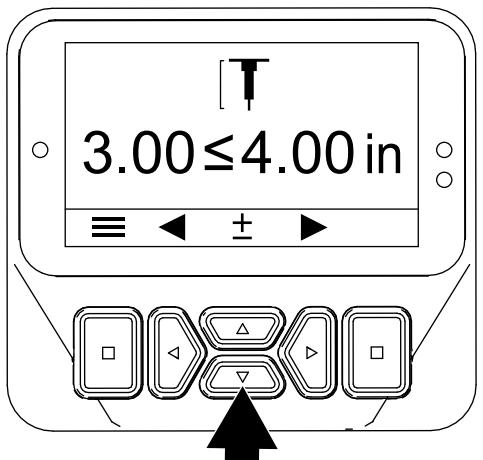

Figure 52
3. Appuyez sur le bouton vers la droite jusqu'à ce que l'écran Setting the Hole Depth (réglage de la profondeur des trous) s'affiche (Figure 51 et Figure 52).
4. Réglez la profondeur de pénétration des louchets à l'aide des boutons vers le haut et le bas (Figure 52) comme suit :